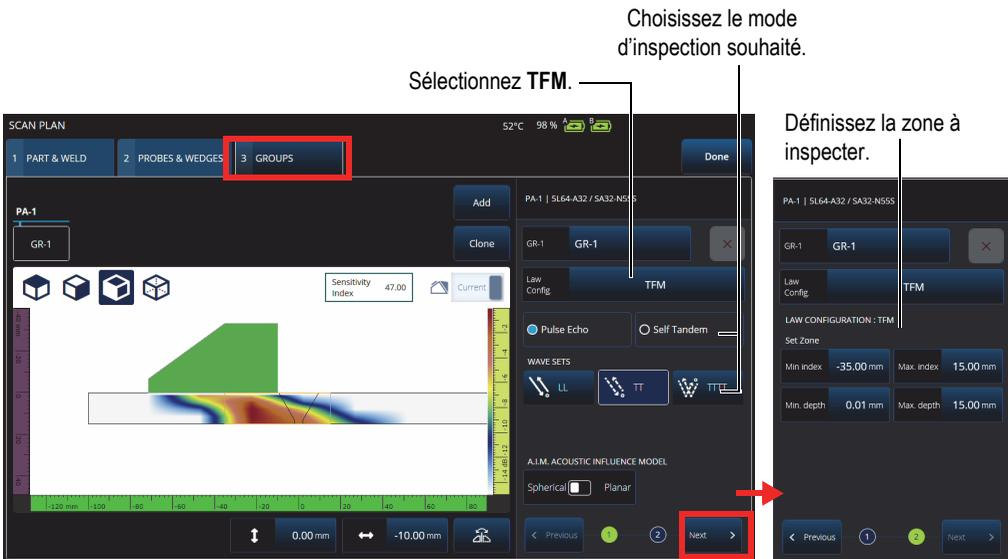

Figure 7-1 Paramètre TFM dans l'onglet Groups (Groupes)
3. Dans l'onglet **Groups** (Groupes), sélectionnez **Law Config.** > **TFM** (Config. de loi > TFM), et effectuez la configuration de la loi TFM désirée (Figure 7-1 à la page 232).